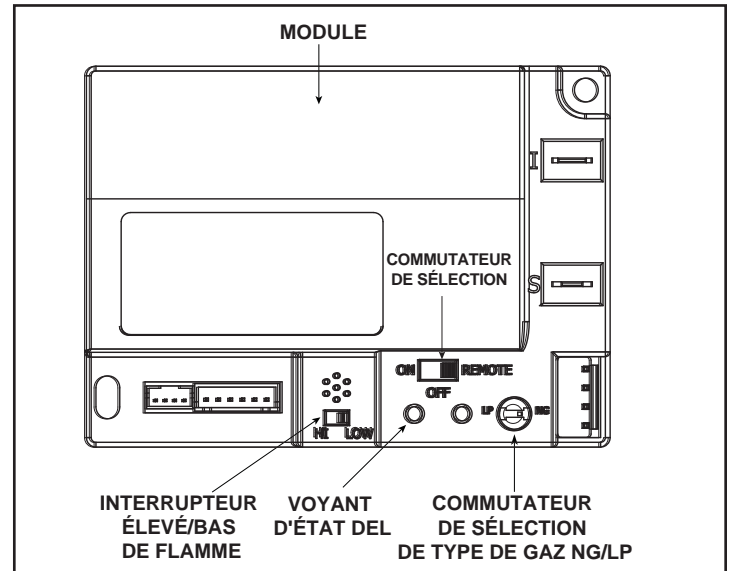

Figure 3.4. – Module de commande
Voir la figure 3.4.
1. Le module de commande est équipé d'un commutateur de sélection MARCHE/ARRÊT/À DISTANCE qui doit être réglé. Voir la figure 3.4.
2. Si un interrupteur mural câblé est utilisé quand le mode à DISTANCE du module est activé, la hauteur des flammes peut être réglée au moyen du commutateur de sélection ÉLEVÉ/BAS du module. Voir la figure 3.4. Notez que le commutateur de sélection de flamme ÉLEVÉ/BAS est désactivé une fois la télécommande (RC200) programmée pour utiliser le module de commande. Notez que le module de commande allume toujours le foyer à ÉLEVÉ et continue à utiliser ce réglage pendant les 10 premières secondes de fonctionnement. Si le commutateur ÉLEVÉ/BAS est sur la position BAS, la hauteur des flammes deviendra automatiquement minimum après 10 secondes. Une fois ces 10 secondes écoulées, la hauteur de la flamme peut être ajustée entre ÉLEVÉ et BAS au moyen du commutateur.
- Localisez le module du commutateur de sélection. (Voir la figure 3.4.)
- Attendez cinq (5) minutes pour dissiper les gaz.